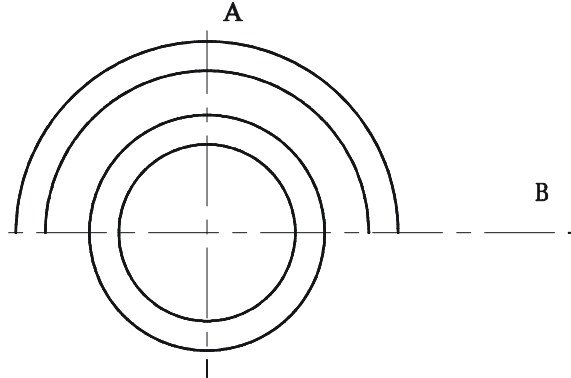

图 4-3-2
STEP 02 然后用圆弧工具绘制支架的上顶圆弧, 效果如图 4-3-2 所示。具体操作如下:
// 指定角度值,如图 4-3-2 所示